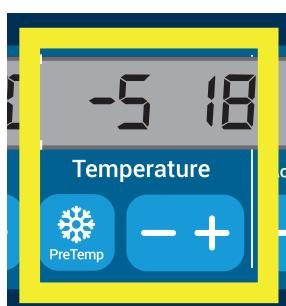

Abbildung 4–7: Temperatur für den Zentrifugationslauf einstellen (rechts)
1. Tippen Sie auf dem LCD-Display auf die Schaltfläche + oder - unterhalb vom Feld **Temperatur** (auf der rechten Seite in Abbildung 4–7 mit dem Anzeigewert 18 °C), um die gewünschte Rotorkammertemperatur einzustellen.